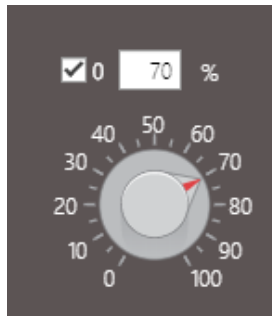

Figura 5.16: Selección de valor PWM
4. Mover la perilla en los valores que se deseen o, también, colocar un valor en la caja de texto (Figura 5.16). Se observa cómo cambia la intensidad del led dependiendo del ciclo de trabajo de la señal, siendo tenue en los valores más bajos y brillante en los valores más altos.